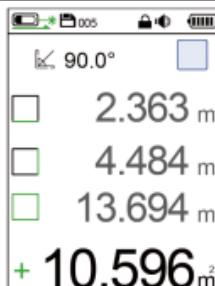

Figura 5 Segunda zona medida
Paso 2: Pulse brevemente  para borrar los datos de la pantalla, y aparecerá [+] en el área de visualización principal; Paso 3: Repita el paso 1 para medir la segunda área, y el resultado se muestra en la Figura 5;